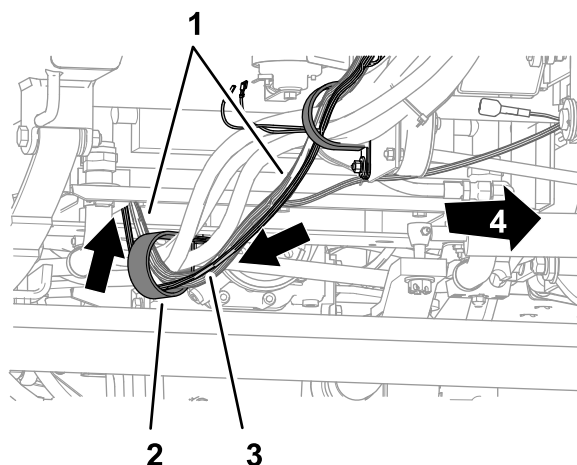

Figura 40
- Disponete le diramazioni e il cavo del cablaggio preassemblato attraverso il serratubi a R I sotto il pianale e dietro l'assale anteriore (Figura 40).